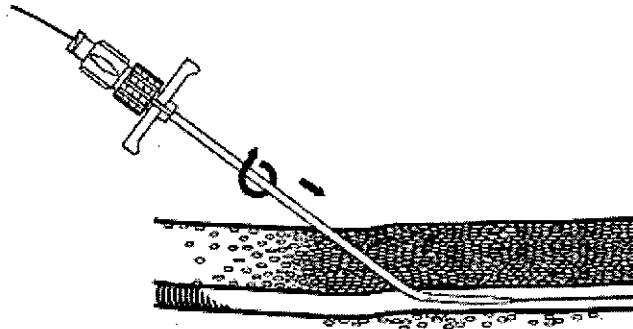

Fig. 1
4. Introduzca el conjunto introductor Peel-Away (vaina y dilatador) sobre la guía. Con un movimiento giratorio, haga avanzar el conjunto en el interior del vaso. (**Fig. 1**)